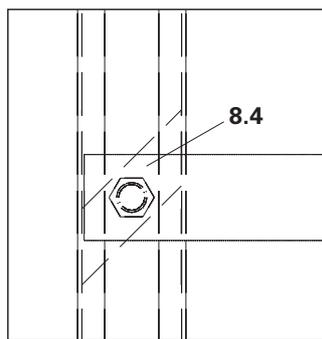

Fig. A2.14.1
4. Monter l'échelle sur les fixations d'échelle à l'aide des platines de serrage (8.4). (Fig. A2.14.1)